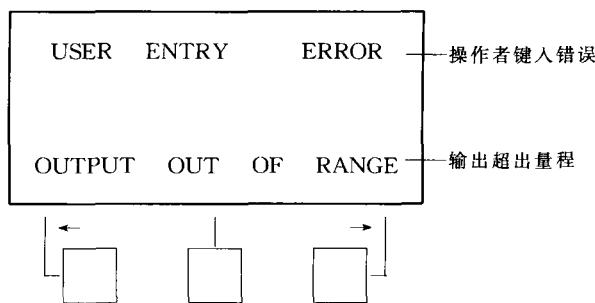

图 9
①优先显示出硬件故障或操作错误的信息，按任何一个键均可消除后者。见图 9。